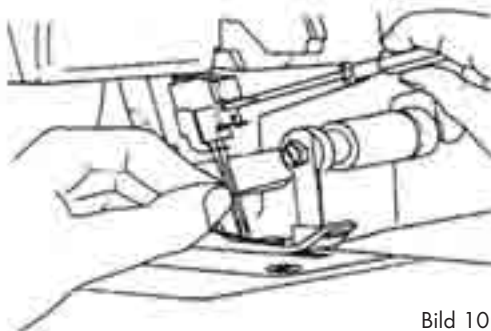

Bild 10
2. Lossa nålskraven med den lilla skruvmejseln tills nålen kan tas av (bild 10).
3. Dra åt nålskraven med den lilla skruvmejseln (bild 10).